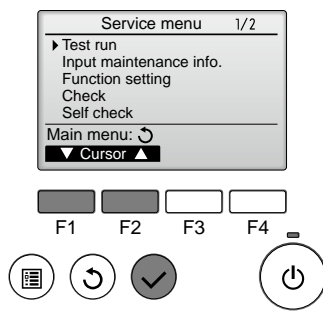

Fig. 7-4
- С помощью кнопки **F1** или **F2** выберите пункт "Test run" (Тестовый прогон) и нажмите кнопку . (Fig. 7-4)